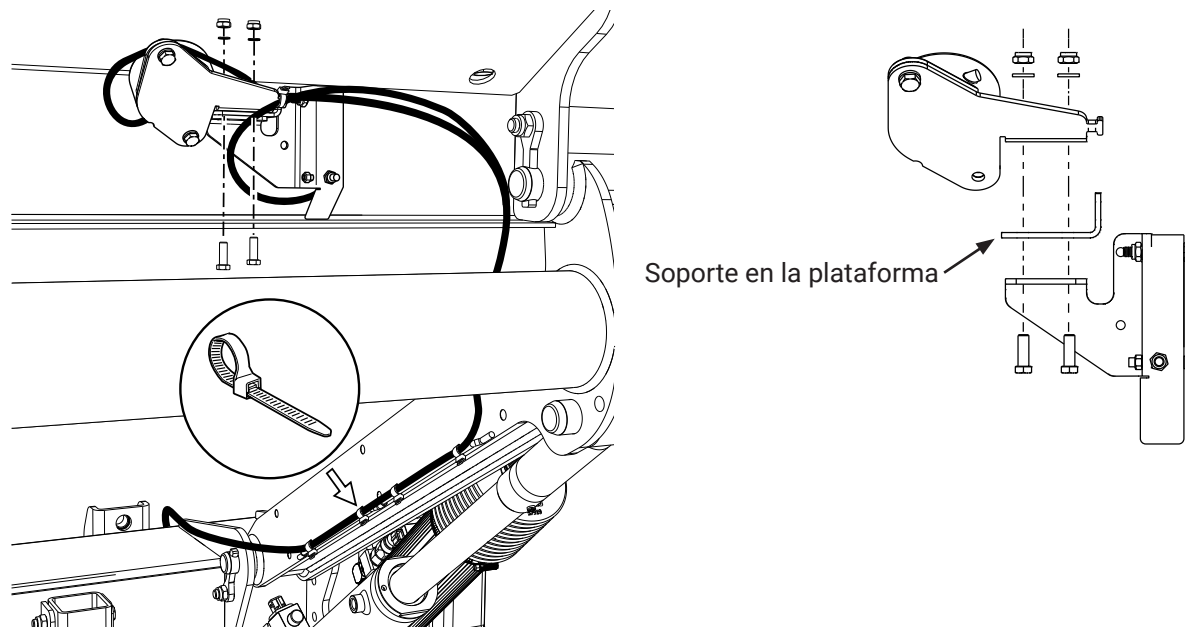

Imagen 58. Montaje de sensor de ángulo para basculamiento automático
1. Montar los sensores de ángulo en la plataforma, utilizar los tornillos, las tuercas y las arandelas proporcionados y sujetar el cable con bridas, véase Imagen 58.